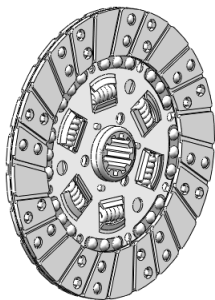

图 5-43 导入另一面铆钉并阵列
STEP 8 同 **STEP 7** 所示，导入“波形弹簧片与摩擦片铆钉.sldprt”，并执行装配和圆周阵列操作，效果如图 5-43 所示。